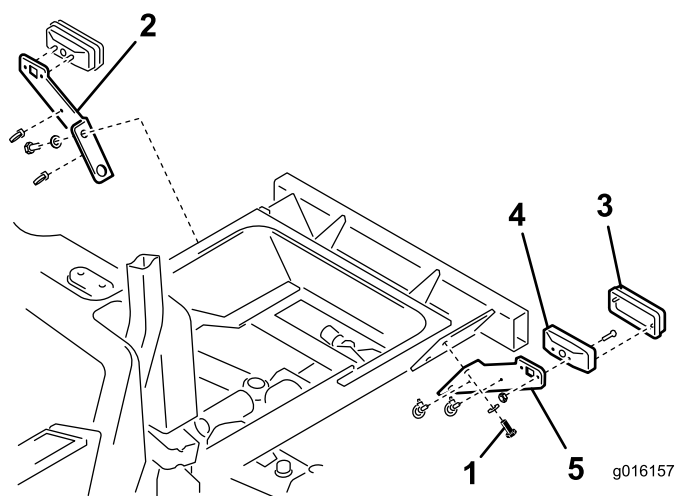

Figure 11
2. Avec le boulon, la rondelle et l'écrou retirés précédemment, fixez la patte de montage du feu arrière gauche au support et au cadre (Figure 11). Le trou inférieur de la patte de montage doit être placé par dessus le boulon de fixation inférieur du pare-chocs.
3. Fixez le feu arrière à la patte de montage avec les boulons et écrous fournis avec le feu (Figure 11).